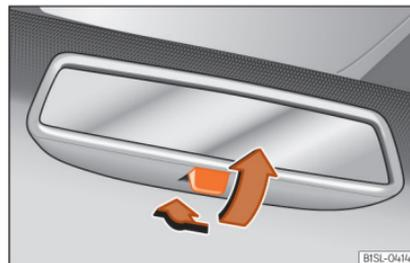

Abb. 150 Manuell abblendbarer Innenspiegel.
- Zum Abblenden den Hebel nach hinten ziehen »» **Abb. 150.**